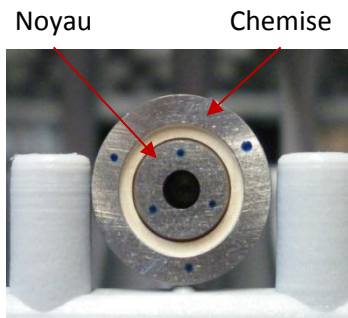

Figure 1 – Pièce à contrôler
- La détection d'une différence de 2 μm max entre les plans définis par un palpé en 3 points sur la chemise et par un palpé en 3 points sur le noyau (voir Figure 1)